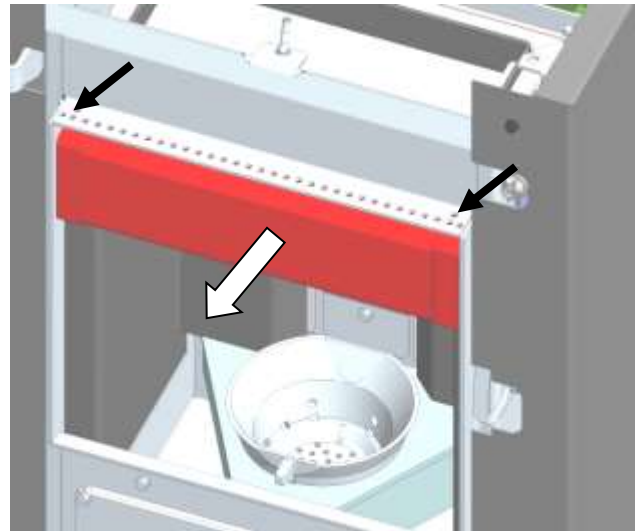

Abb. 70: Demontage Spoiler
2. Die beiden Schrauben des Spoilers heraus-schrauben (Abb. 70 schwarze Pfeile) und Spoiler herausnehmen.